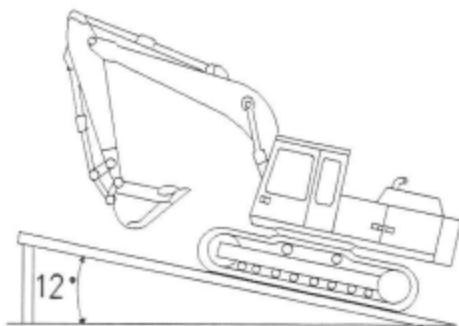

Рис. 7
- 2.** Позиционируйте рабочие орудия. Смотрите рисунок 7.